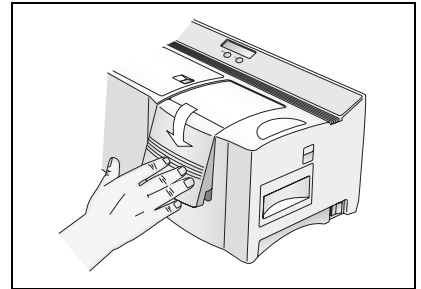

figure 6
- ⑥ Refermez lentement les portes. Refermez le couvercle du logement de tampon de telle sorte qu'il s'encliquette et déclenche le clignotement de la lampe au xénon (voir la figure 6).